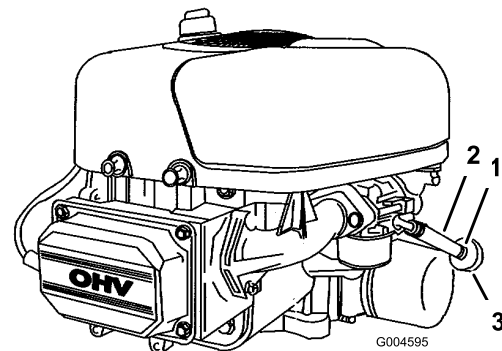

Figura 27
8. Premete le estremità della fascetta stringitubo e sfilatela dal tubo del carburante in direzione del serbatoio (Figura 27).
9. Staccate il tubo del carburante dal filtro (Figura 27) e spurgate la benzina in una tanica o in una bacinella di spurgo.
Sostituire il filtro del carburante ogni 100 ore di funzionamento oppure ogni anno, optando per l'intervallo più breve. Il momento più opportuno per sostituire il filtro del carburante (Figura 27) è quando il serbatoio del carburante è vuoto. Non rimontate mai il filtro carburante sporco dopo averlo tolto dal tubo di alimentazione del carburante.
7. Premete le estremità delle fascette stringitubo ed allontanatele dal vecchio filtro del carburante (Figura 27).